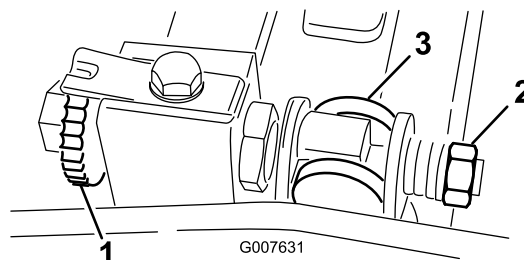

Рисунок 61
1. Поверните регулировочный винт планки неподвижного ножа против часовой стрелки, чтобы отвести неподвижный нож от барабана (Рисунок 61).
2. Отвинчивайте гайку натяжения пружины до тех пор, пока шайба больше не будет нажимать на неподвижный нож (Рисунок 61).